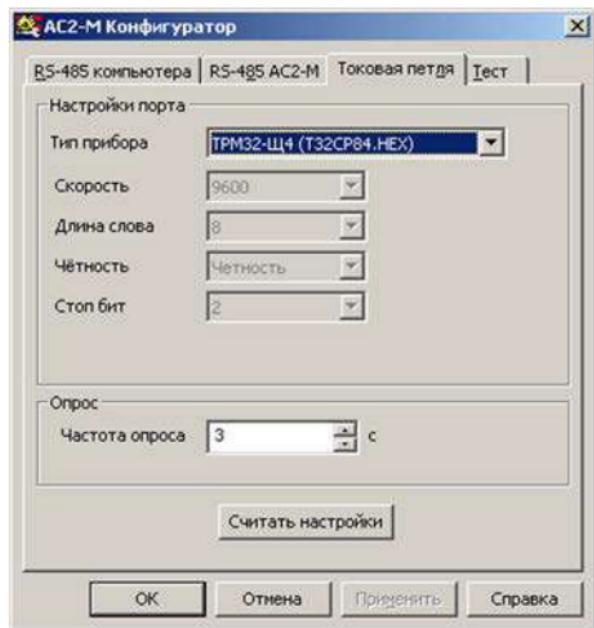

Рисунок 9.4 – Конфигуратор AC2-M.
9.7 Вкладка «Токовая петля» (рис. 9.4) служит для задания значений параметров опроса прибора преобразователем при функционировании в конкретной сети RS-485.